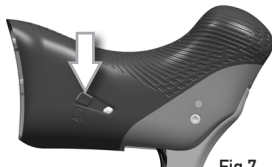

Fig.7
2) Mantenha os botões MODE (Fig. 7 - página 113) dos controlos Ergopower premidos simultaneamente por 5 segundos até que os LEDs acendam numa cor rosa sólida.